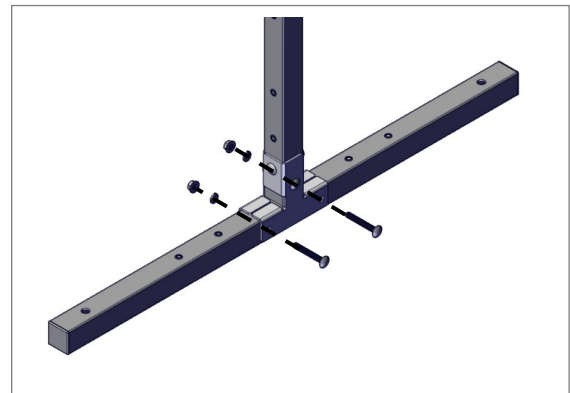

Fig. 5
3. Fixez l'ensemble de pied à l'ensemble de patte verticale à l'aide de deux (2) boulons de carrosserie, deux (2) rondelles de blocage et deux (2) écrous à embase (Fig 5). Répétez cette étape de l'autre côté.